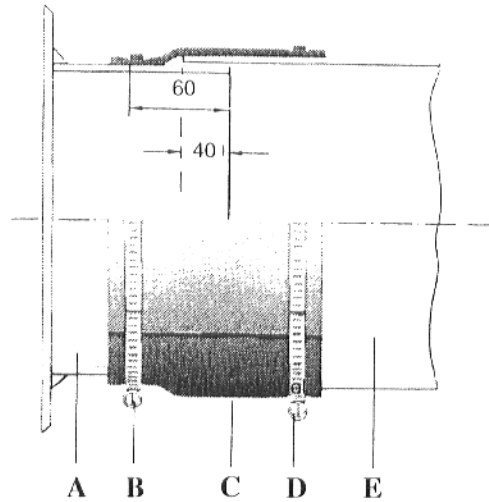

Fig. 5
- Spingere i nastri tensori **B** sul manicotto di ermeticizzazione del tubo di scarico e stringere (Fig.5).